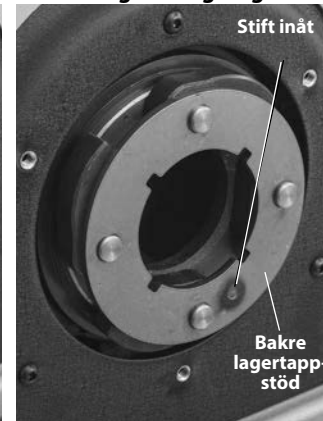

Figur 25A – Ta bort den bakre kåpan
- Se till att BACK/AV/FRAM-strömställaren (2/0/1) är i läge AV (0) och att kabeln lossas från uttaget.
- Ta bort den bakre kåpan. Lossa kåpans skruvar och vrid kåpan för att ta bort (figur 25A).